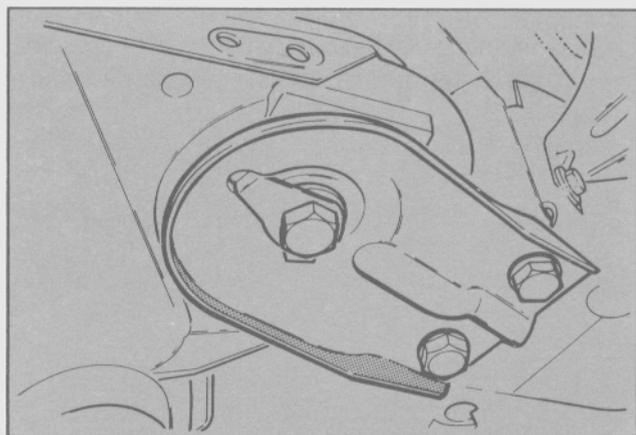

Fig. 49. Fijación del travesaño (plato de guía)
- Enderezar la chapa-seguro y retirar el tornillo central de la placa guía (Fig. 49).
- Levantar el travesaño con un crique hidráulico. Colocar el tornillo central por la placa guía y el buje de goma y apretarlo al torque de ajuste especificado (Fig. 49).
- Colocar los otros tornillos de fijación del plato guía y ajustarlos al torque indicado (Fig. 49).